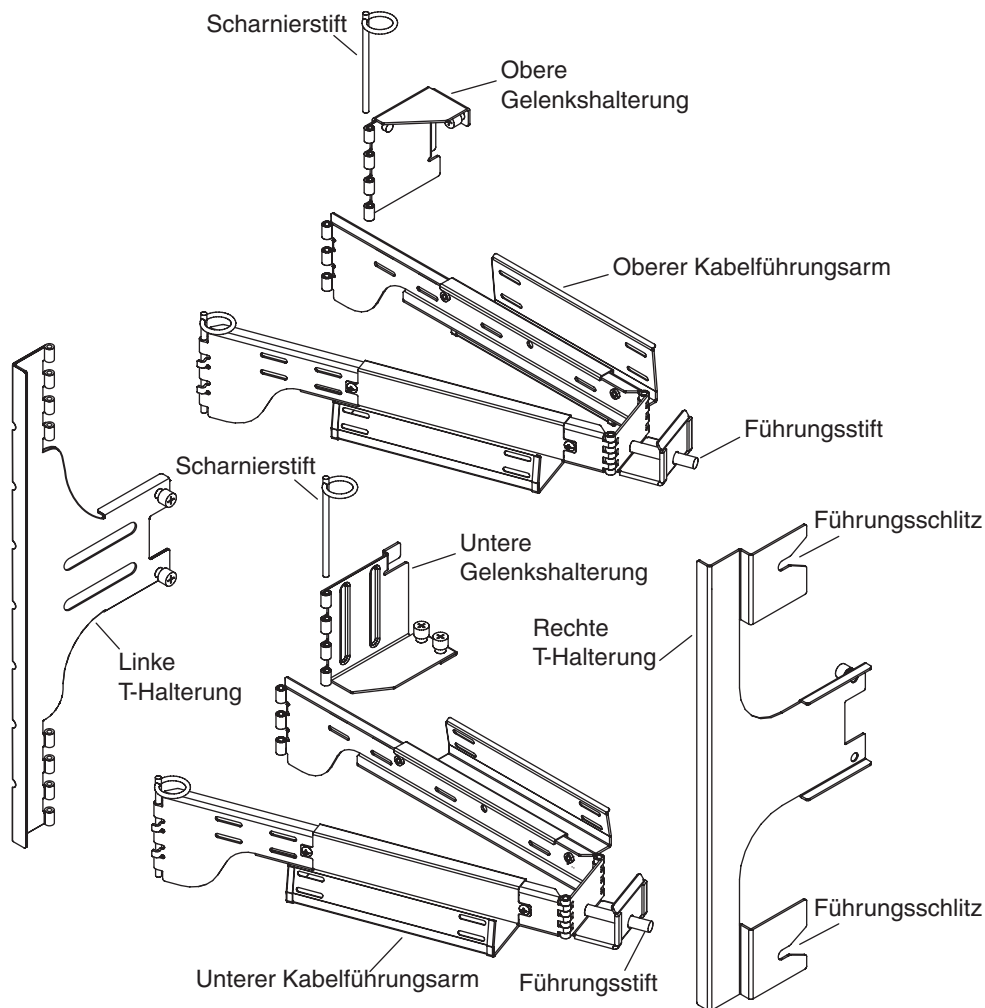

ABBILDUNG 1-17 Obere/untere Kabelführungsarme und linke/rechte T-Halterungen
1. **ABBILDUNG 1-17** zeigt die Teile des Kabelführungsarms, die im folgenden Verfahren genannt werden.